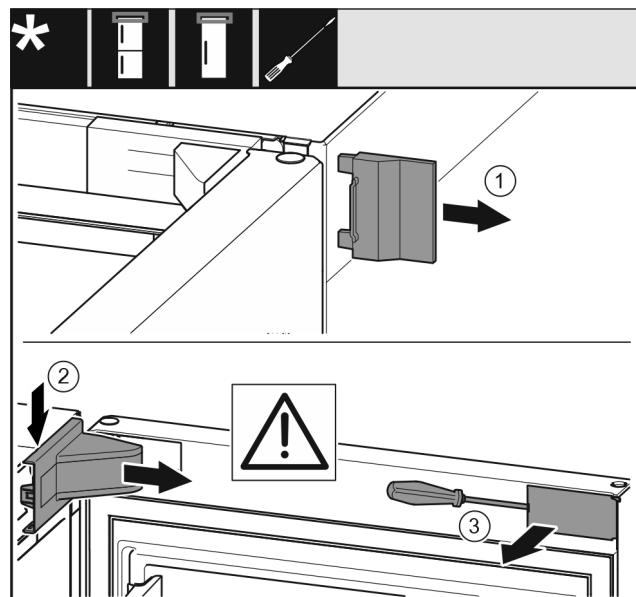

Fig. 6
- Snemite zunanjji pokrov. Fig. 6 (1)
- Snemite in odstranite pokrov ležajnega podstavka. Snemite pokrov ležajnega podstavka. Fig. 6 (2)
- S ploščatim izvijačem staknite zaslonko in jo obrnite k strani. Fig. 6 (3)